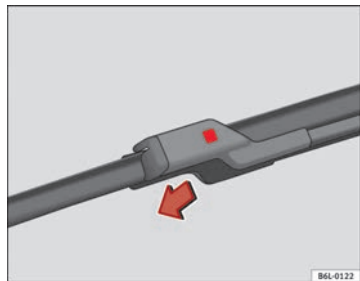

Fig. 129 Cambio escobilla limpiaparabrisas
- Oprima el botón de seguridad ⇒ fig. 129.